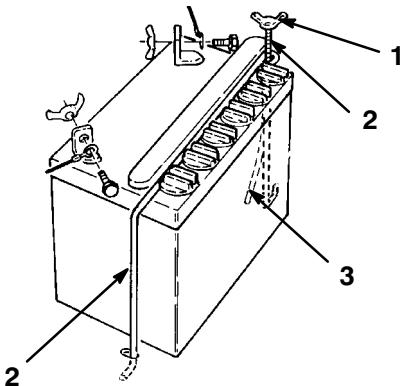

Abbildung 18
2. Die Flügelmutter entfernen, mit der die Batteriehalter am Fahrgestell der Maschine befestigt sind (Abb. 18).
3. Das negative (schwarze) Massekabel von der Batterieklemme lösen (Abb. 18).
4. Die Gummiabdeckung am positiven (roten) Kabel nach oben schieben. Das positive (rote) Kabel von der Batterieklemme lösen (Abb. 18).
5. Die Flügelmutter entfernen, mit der die Batteriehalter am Fahrgestell der Maschine befestigt sind (Abb. 18).